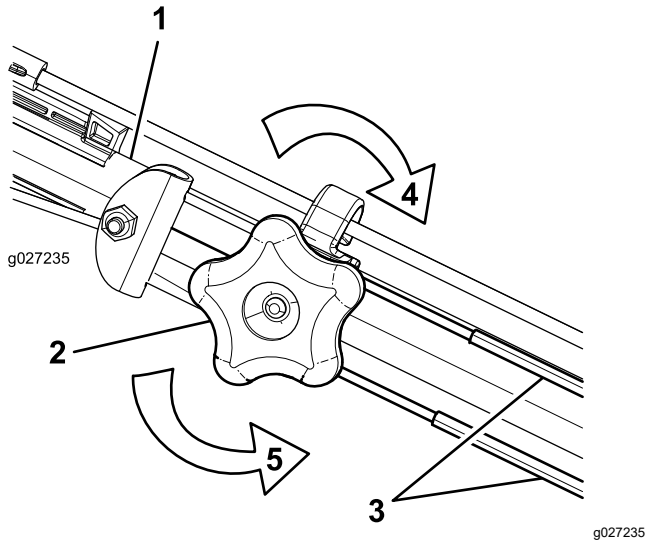

Bild 31
1. Drehen Sie das Handrad nach links, um die Zugeinstellung zu lösen (Bild 31).
2. Stellen Sie die Spannung der Züge (Bild 31) ein, indem Sie sie zurückziehen oder nach vorne drücken und dann in dieser Stellung arretieren.